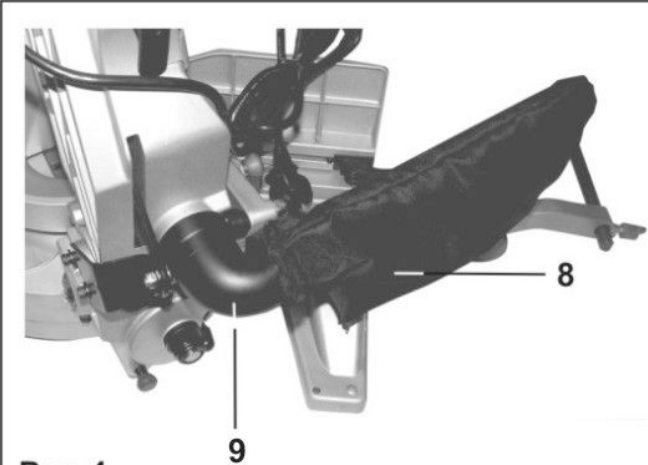

Рис.4
9.1. Установка пылесборника, Рис. 4